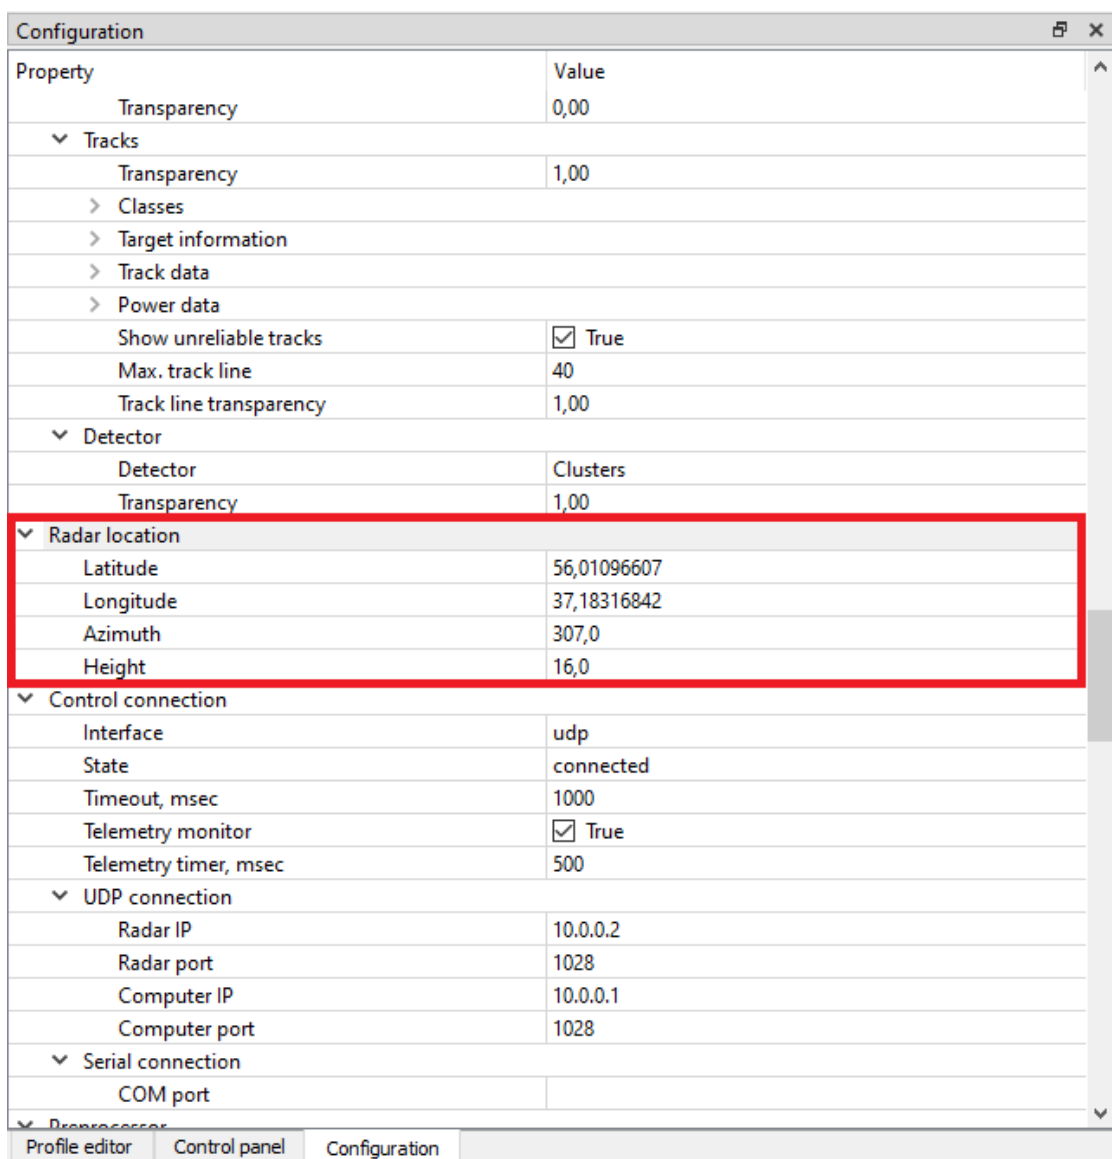

Рисунок 16 — Установка координат РЛС в окне *Configuration*
2.3.2.4.2 Географические координаты РЛС, а также высота фазового центра над условной плоскостью, могут быть введены в окне *Configuration (Radar location)*, рисунок 16.